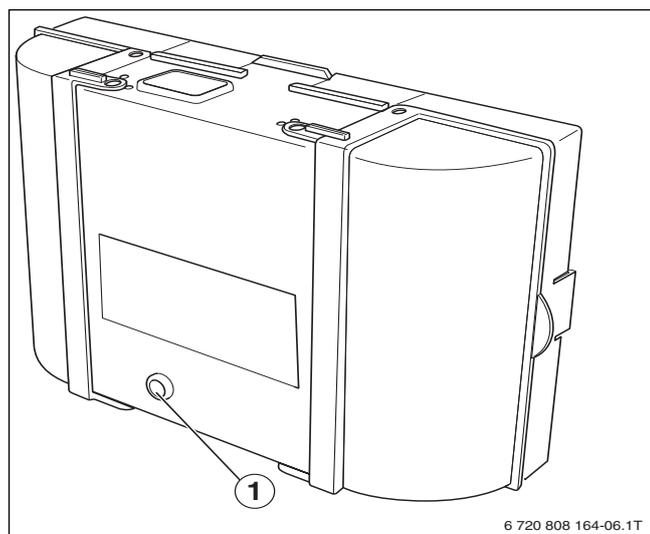

Bild 10 Störungen am Feuerungsautomaten zurücksetzen
- ▶ Reset-Taste am Feuerungsautomaten drücken (→Bild 10). Die Störung wird nicht mehr im Display angezeigt.